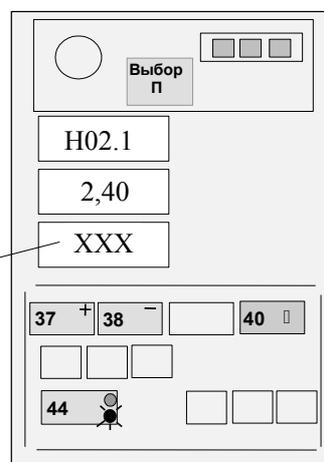

Рисунок 18
Нажать на время 1 с кнопку "↵" (40) и, проконтролировав короткий звуковой сигнал, отпустить кнопку (см. рисунок 18).